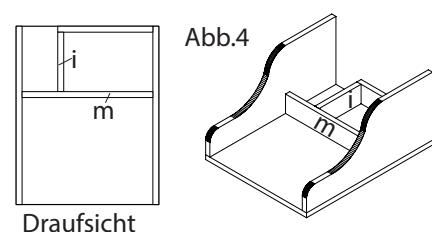

Abb.4
5. Die Zwischenwand (i) sowie die vordere Wand des Aufbaus (m) wie in der Draufsicht gezeigt einleimen. (Abb.4)